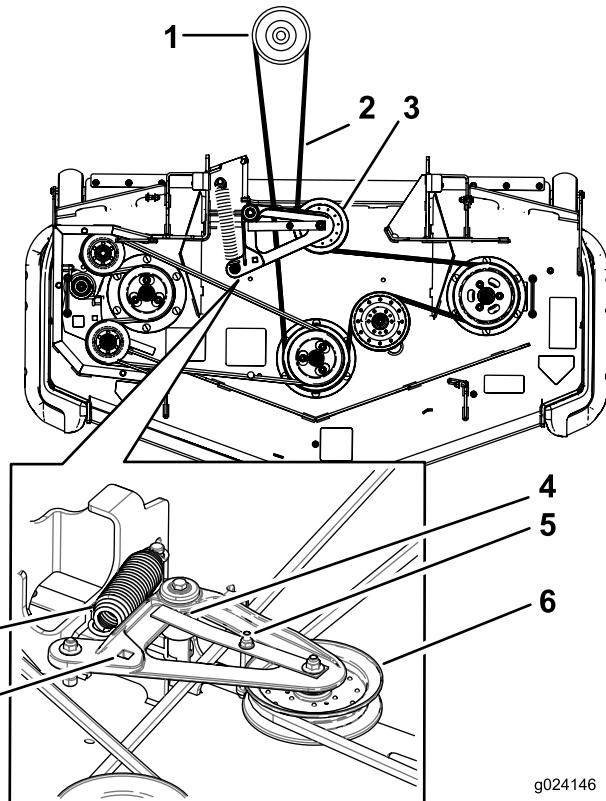

Figure 103
- Soulevez le bac de plancher et insérez un rochet dans le trou carré de la poulie de tension du tablier (Figure 103).
- Tournez la poulie de tension du tablier de coupe dans le sens horaire, tirez sur la patte du guide-courroie et déposez la courroie du tablier de coupe de l'embrayage (Figure 103).